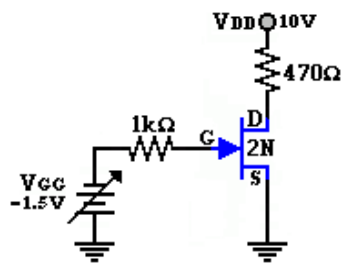

Figura 10.4.
6. Arme el circuito mostrado en la figura 10.4. Medir  $V_{GS}$ ,  $I_D$  y  $V_{DS}$ . Anote los valores obtenidos en la tabla 10.2 para cada JFET.